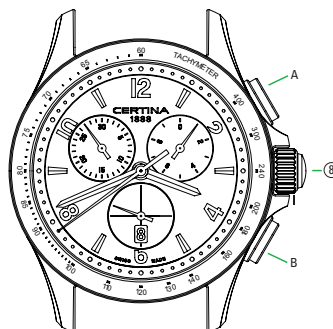

Fig. 3
- Avlesning av total sluttid (akkumulert tid) (se fig. 3)**